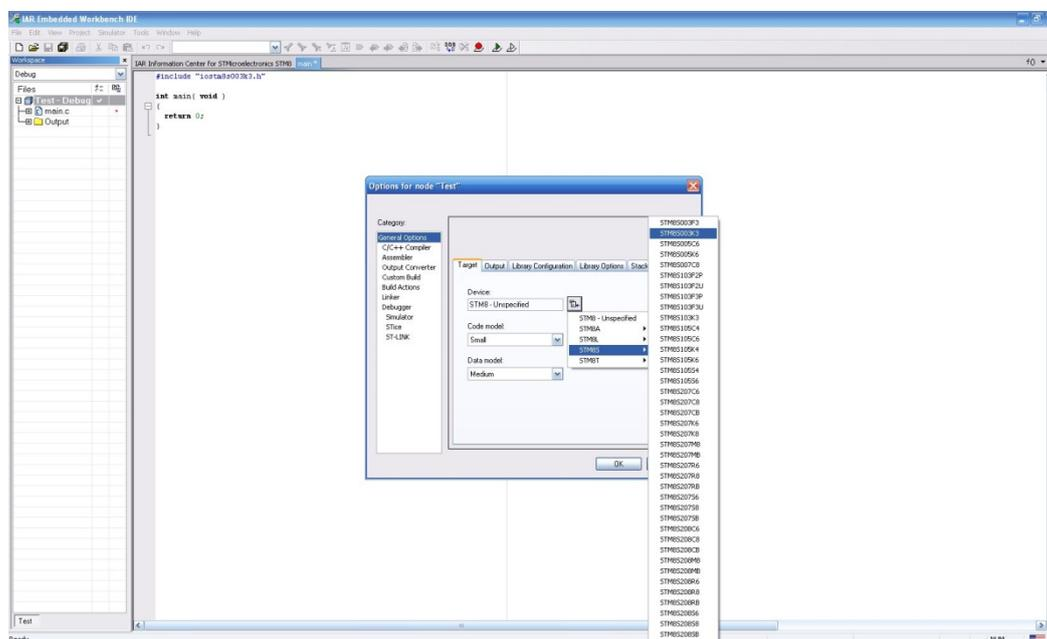

Рис. 2.8. Окно выбора микроконтроллера
8. На странице *General*, вкладке *Target*, выбираем модель контроллера: *STM8S*→*STM8S003K3* (рис. 2.8).